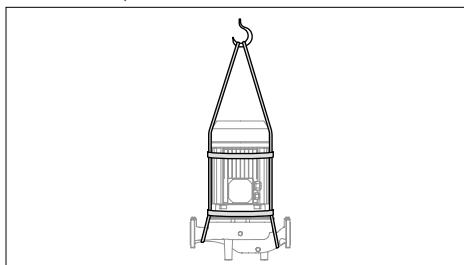

FIG.1: Ridicarea pompelor 3E folosind un cablu
ATENȚIE! PENTRU A RIDICA SAU A MUTA MOTOPOMPA, FOLOSÎTI UN CABLU ADECVAT GREUTĂȚII ACESTEIA, FĂRĂ A O INCLINA PREA MULT (FIG. 1);
- Scoateți bulonul dintre carcasa pompei și suportul motorului și pur și simplu scoateți axial motorul. La ridicarea/mutarea pompei, utilizați orice fel de plan de adevărat. (FIG. 1)